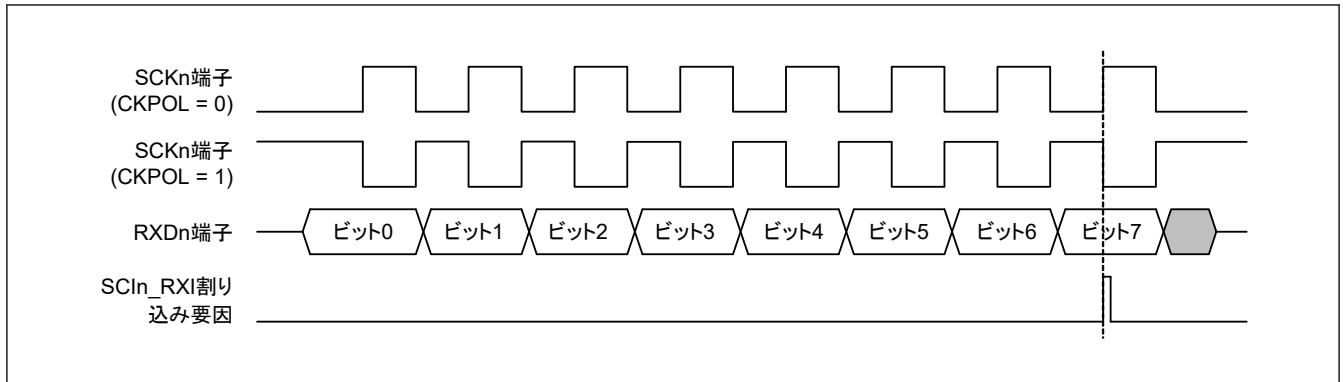

図 25.78 簡易 SPI モードにおける SCIIn_RXI 割り込みの発生タイミング (クロック遅れあり)
- クロック遅れあり (SPMR.CKPH ビット = 1) では、図 25.78 に示すように、SCK_n 端子の最終クロックエッジ手前のクロックエッジで受信データフル割り込み (SCI_{IN}_RXI) が発生します。SCR レジスタの TE ビットと RE ビットを SCK_n 端子の最終クロックエッジより前に 0 にすると、SCK_n 端子出力がハイインピーダンスとなり、送受信クロックの最後のクロックパルス幅が短くなります。また、SCI_{IN}_RXI 割り込みの発生によって、SCK_n 端子の最終クロックエッジより前に接続先スレーブの SS_n 端子入力信号が High になった場合、スレーブが誤動作する可能性があります。